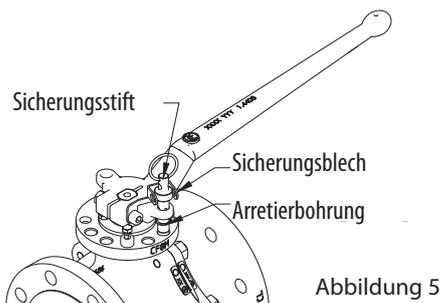

Abbildung 5
6. Den Haltering in der Nut an der Unterseite des Sicherungstiftes anbringen (Abbildung 5). Dadurch wird gewährleistet, dass der Sicherungstift am Hebel befestigt ist.